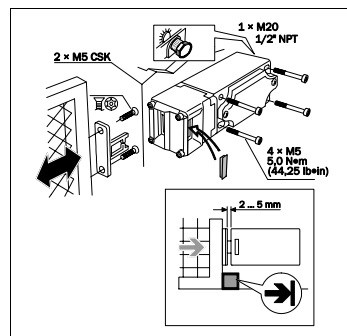

Fig. 1 : Montage
- Fixer l'interrupteur de sécurité positivement (voir Fig. 1).
- Mettre en place les butées nécessaires pour les parties mobiles des protecteurs (voir Fig. 1).